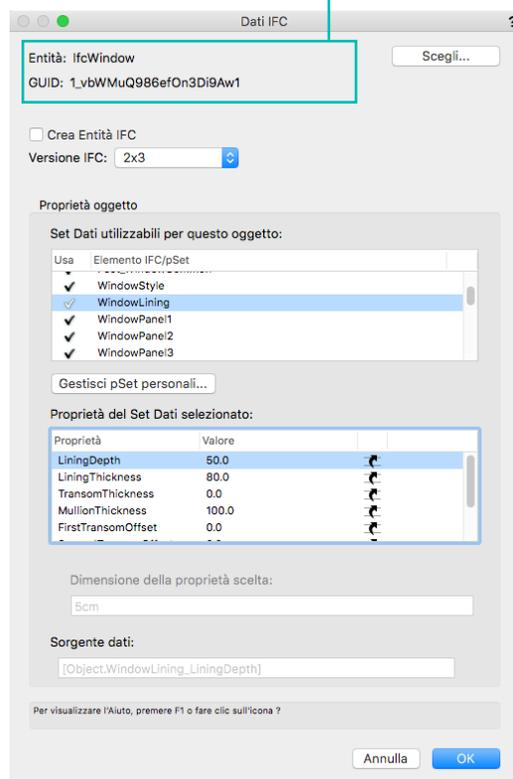

FIGURA 4A
1. Un tag IFC o designazione IFC di un oggetto e il codice GUID (Global Unique Identifier) (FIGURA 4A).